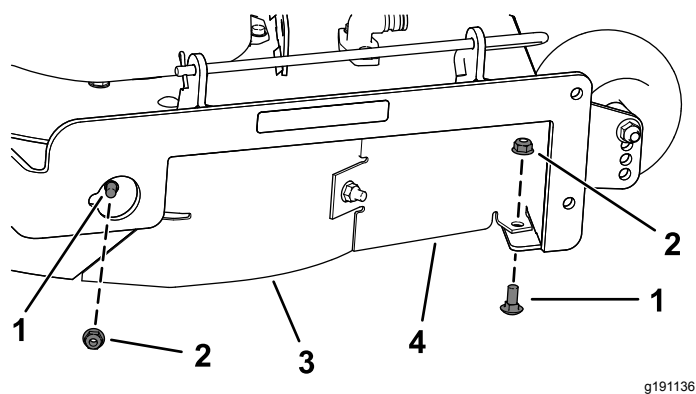

Figura 29
7. Retire los 2 pernos de cuello cuadrado (5/16" x 3/4") y las 2 contratuercas (5/16") que sujetan el deflector derecho y el protector del deflector montados en la carcasa del cortacésped (Figura 29).